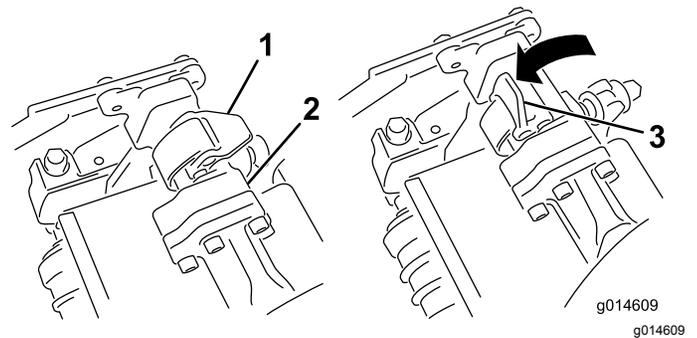
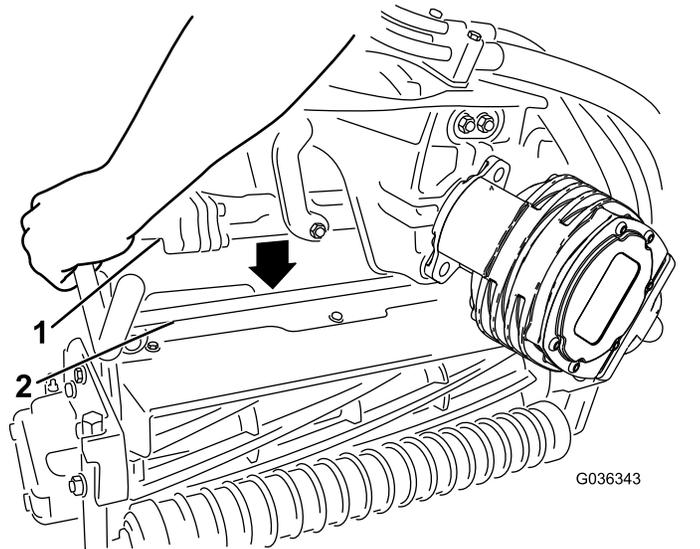

Figure 51
Figure 52
4. Les verrous de la barre de bras de suspension étant orientés en haut (c.-à-d. ouverts) (Figure 51), poussez le bras de suspension vers le bas pour que la barre s'engage sur la barre transversale au sommet de l'unité de coupe (Figure 52).
5. Fermez les verrous autour de la barre de l'unité de coupe et bloquez-les en place (Figure 51).
5. Ouvrez les verrous sur la barre du bras de suspension appartenant à l'unité de coupe que vous voulez déposer (Figure 51).